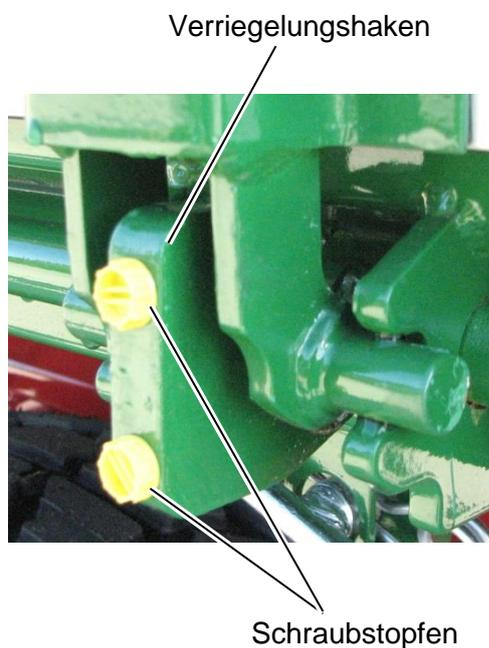

Abbildung 96: Verriegelungshaken warten
- ⇒ Überprüfen Sie für jeden Verriegelungshaken, ob beide Gewindebohrungen mit einem Schraubstopfen verschlossen sind (siehe Abbildung 96).